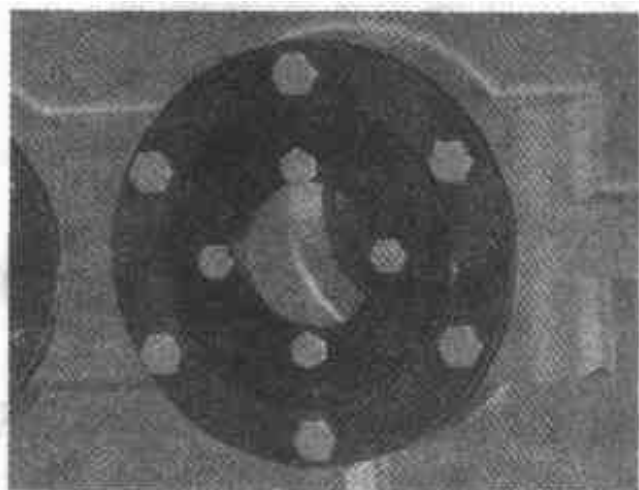

图 3.180 低速轴的端盖紧固
(9) 安装低速轴的可通透端盖上的螺栓, 结果如图 3.180 所示。